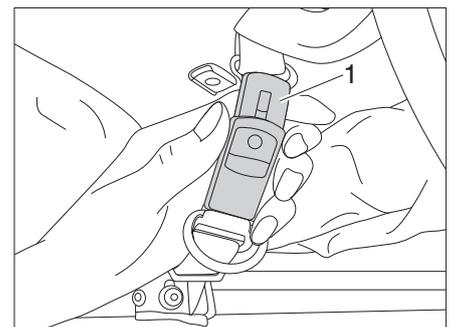

Bild 53 Sicherungsgurt schließen
- Sicherungsgurte (Bild 53,1) schließen.